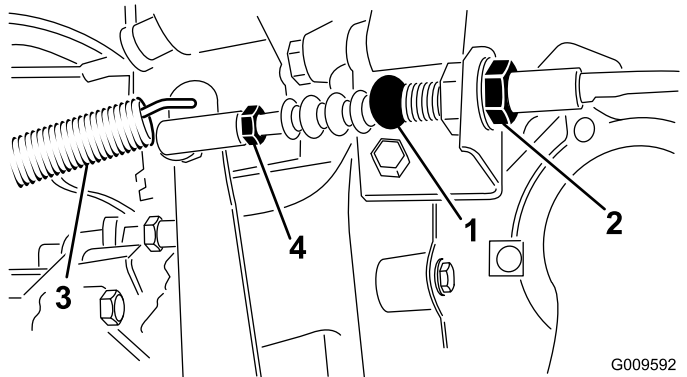

图59
1. 拧松将离合器拉索固定到钟形外壳支架的锁紧螺母（图59）。